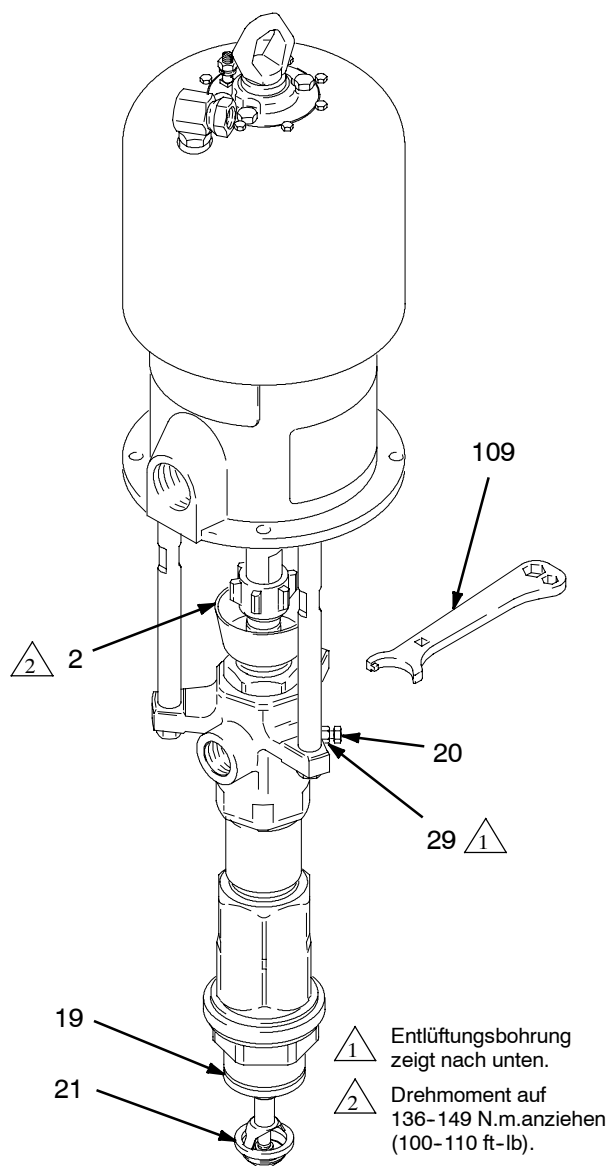

Abb.3
Vor Arbeitsbeginn die Packungsmutter (2) zu 1/3 mit Graco TSL-Flüssigkeit oder einer verträglichen Lösung füllen. Siehe Abb.3
8. Wenn sich die Pumpe nicht richtig füllen lässt, den Entlüftungsventilstopfen (20) etwas öffnen. Die Entlüftungsbohrung an der Unterseite des Ventilkörpers (29) als Entlüftungsventil benutzen, bis das Material an der Öffnung sichtbar wird. Siehe Abb.3 Schließen Sie den Stopfen.